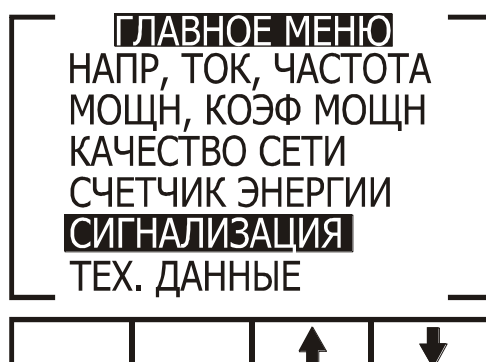

Рис. 37
2. Нажмите Enter. На дисплее появится экран выбора режима сигнализации (рис. 37):